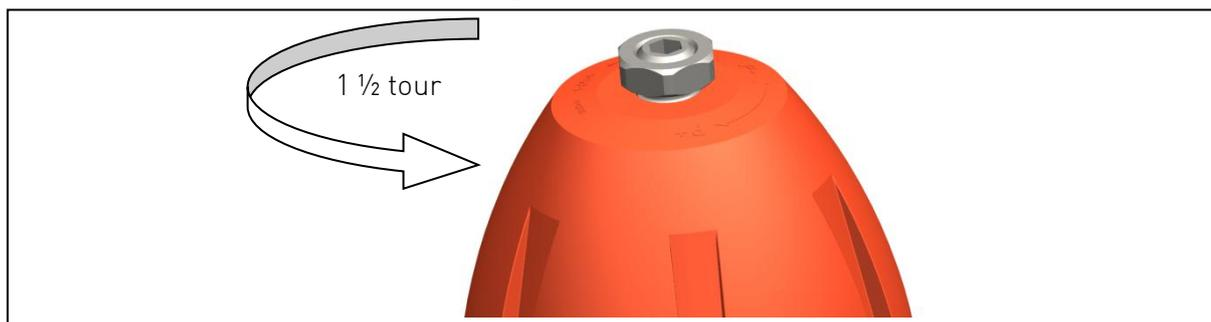

Fig. 3
- ▶ Desserrer le contre-écrou, voir Fig. 3.